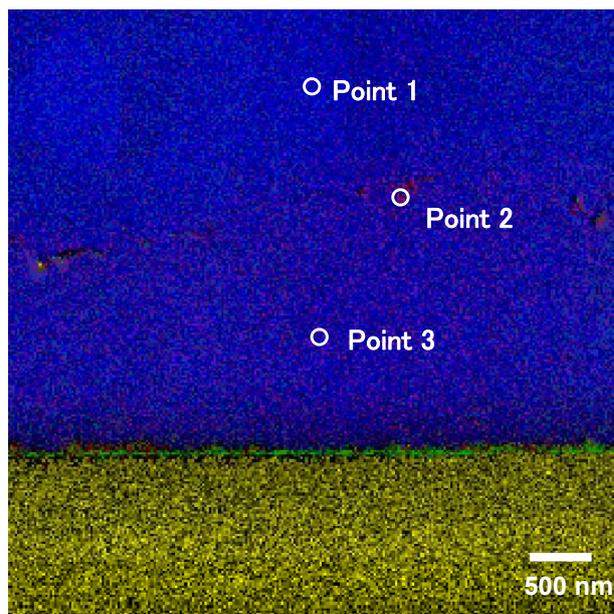

図3 界面部拡大(元素マッピング像)
- 元素マッピング像から、合金層の下には極薄いTi層が存在していることが確認されました(図3)。